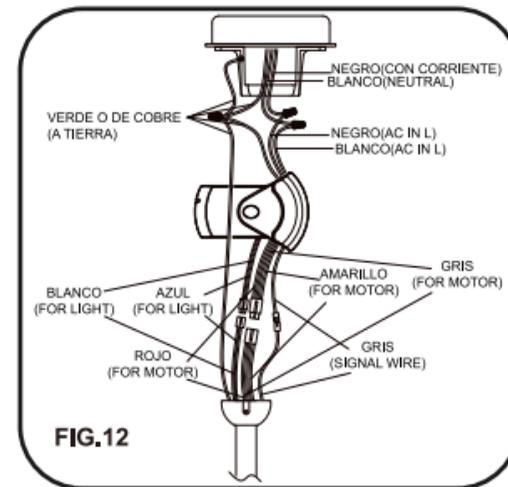

FIG. 12
**Paso 1.** Conexiones eléctricas de los cables de suministro del receptor a la casa: conecte el cable BLANCO (neutro) de la caja de distribución al cable BLANCO marcado 'AC in N' del receptor. Conecte el cable NEGRO (corriente) de la caja de distribución al cable NEGRO marcado 'AC in L' del receptor. Fije todas las conexiones con las tuercas de plástico incluidas. (Fig. 12)
**Paso 2.** Si su caja de distribución tiene un cable a TIERRA (verde o cobre pelado) conecte este cable a los cables de Tierra de la esfera de suspensión y el soporte de suspensión. Si su caja de distribución no tiene un cable a tierra, una los cables de la esfera de suspensión y del soporte de suspensión de tierra. Alambre de conexión segura con el conector de cable de plástico suministrada. ( Fig.12 )